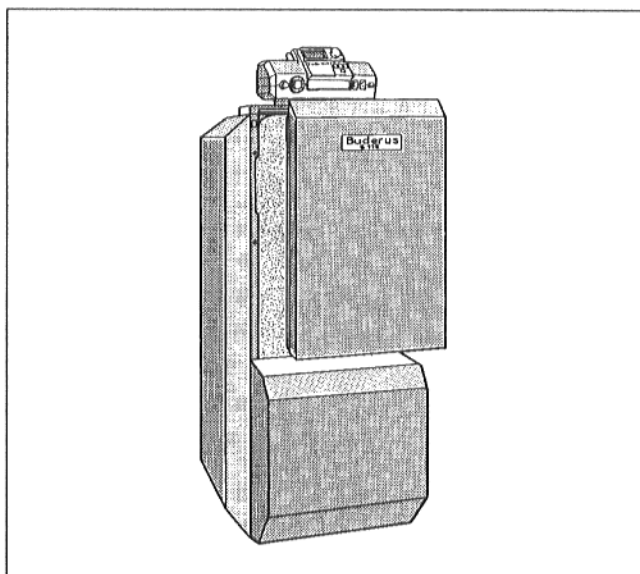

Fig. 29
- Agganciare il pannello anteriore superiore con la piegatura alla copertura della caldaia (Fig. 29).